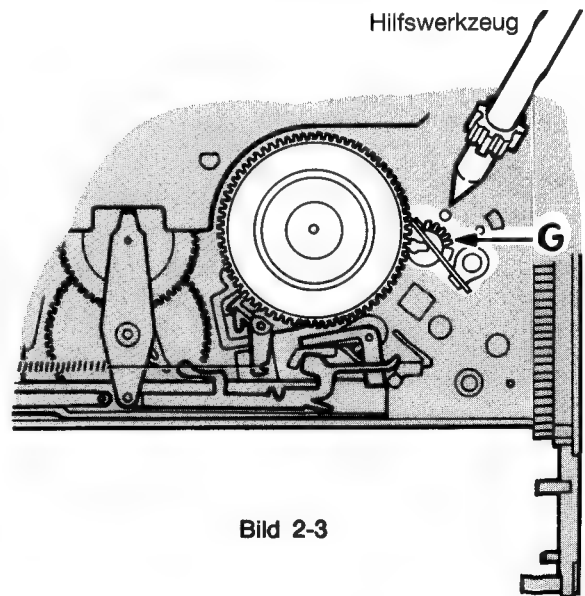

Bild 2-3
- Zum Einstellen des Aufwickeltellers kann die Spannung der Feder Pos. 213 geändert werden dadurch, daß mit dem Hilfswerkzeug Zahnrad G (Bild 2.3) verdreht wird.